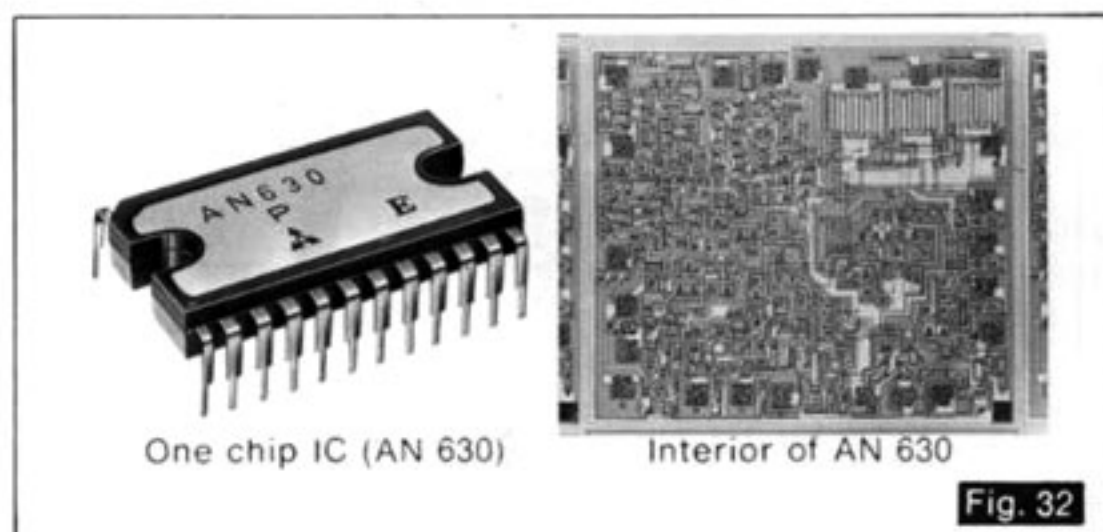

Fig. 32
- **Dependable one chip IC** (See Fig. 32.)